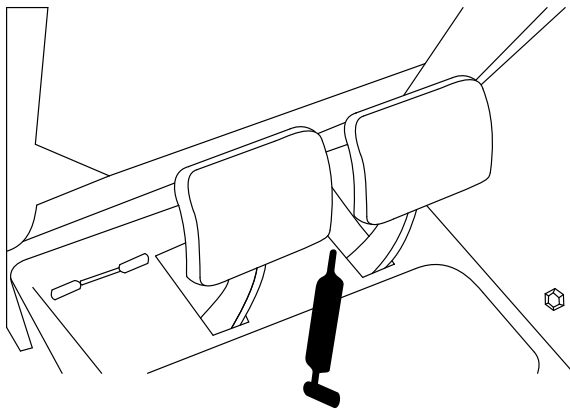

Bild 43
- Bremspedalwelle (1) (Bild 43)